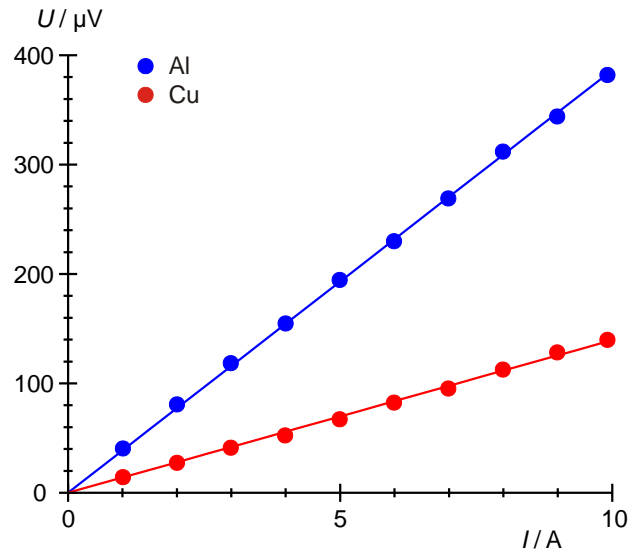

Fig. 4: Diagramme U-I pour le cuivre et l'aluminium
- Tracer les tensions mesurées U (Tab. 2) dans un diagramme en fonction du courant I pour la barre conductrice de chaleur en cuivre et en aluminium (Fig. 4) et adapter à chaque fois une droite aux points de mesure.